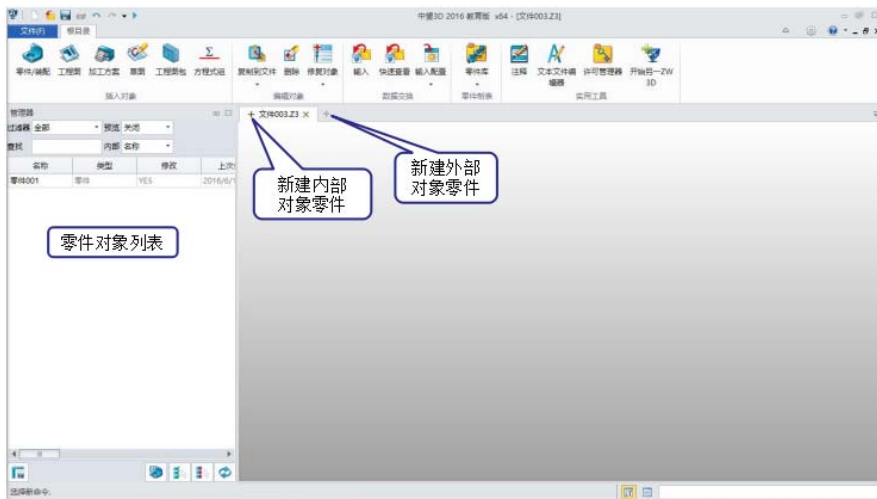

图 1.1.11
2. 当选择“新建文件”对话框中的“多对象文件”时，可以创建多对象文件。此时系统并不会直接进入建模环境，而是进入对象环境界面，如图 1.1.11 所示。在对象环境中可以创建多个不同零件，这些零件之间可以具有装配关系，也可以是各自独立的零件。如果要在文本文件内部新建零件，通过绘图区左上方零件名称左边的“+”图标即可进入新建零件页面，建立内部零件后，零件会列在对象管理器中，如图 1.1.11 所示。如果要建立新文件，通过绘图区左上方零件名称右边的“+”图标，即可进入新建零件页面。在对象环境中还可以通过系统提供的功能对零件进行重命名、复制/剪切/粘贴、删除等操作。如果想编辑某个零件，直接双击该零件或者通过【右键单击该零件】→【编辑】，即可激活并进入该零件工作环境。